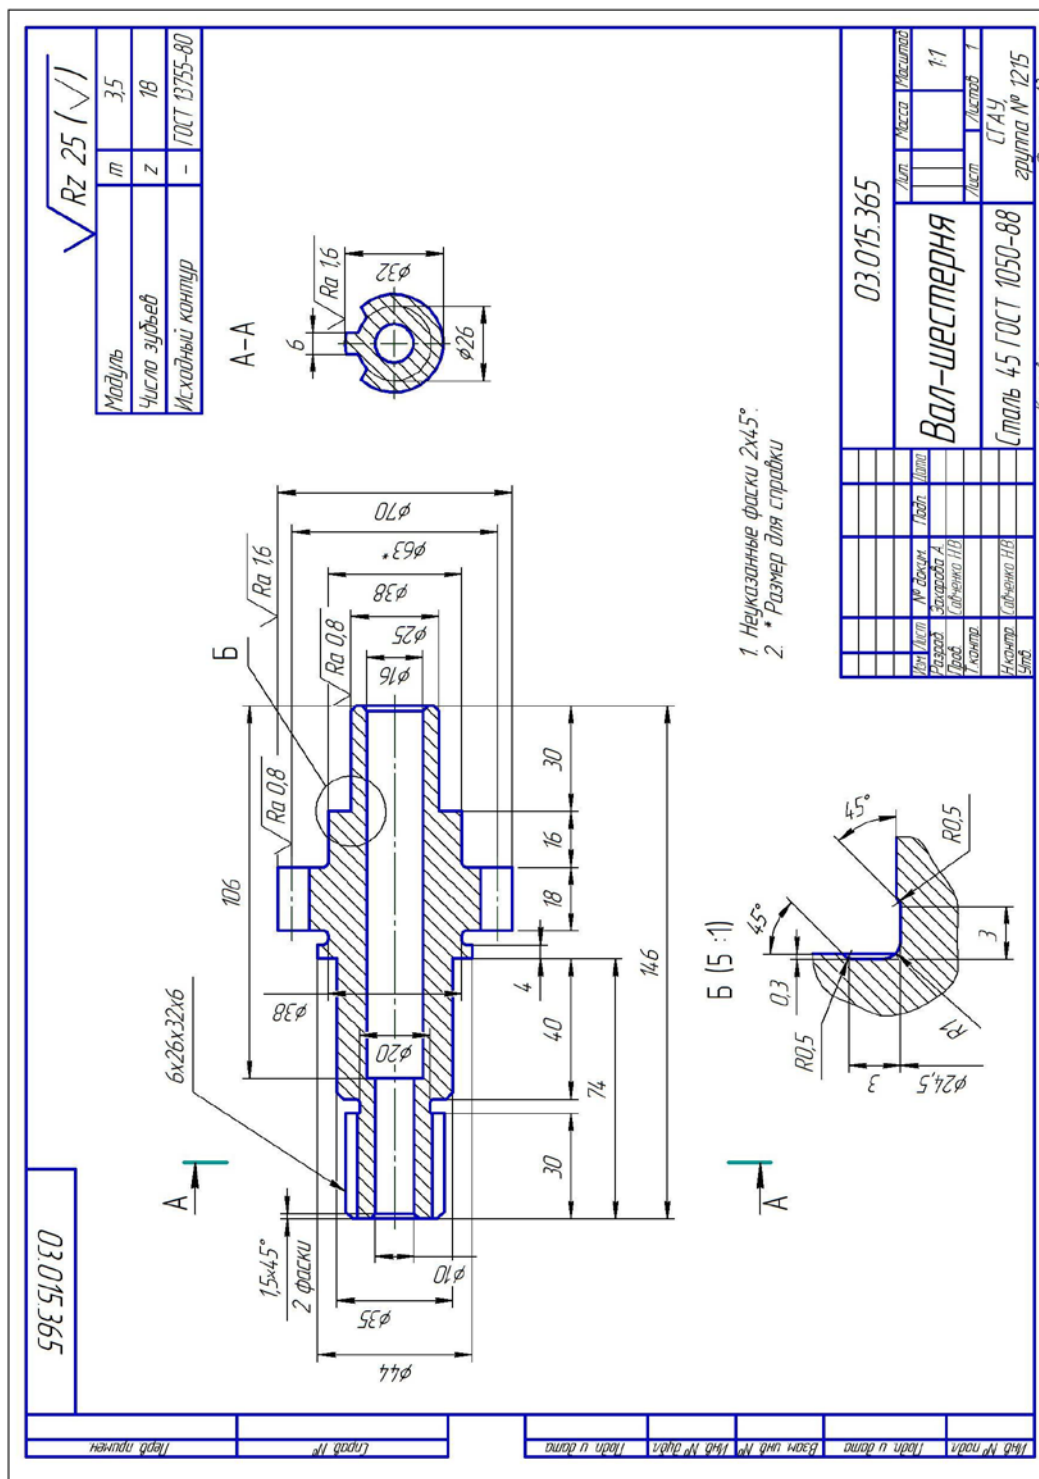

Рис. 3.17. Графическое задание для построения чертежа и модели детали «Вал-шестерня»
**Задание:** Создать двухмерный чертеж и твердотельную модель детали «Вал» (рис. 3.17), используя прикладную библиотеку проектирования тел вращения Shaft 2D.
Прежде чем приступить к работе, необходимо проанализировать, какую форму и размеры имеют отдельные составляющие поверхности детали, и какие дополнительные конструктивные элементы в ее конструкции присутствуют (рис. 3.17, 3.18).